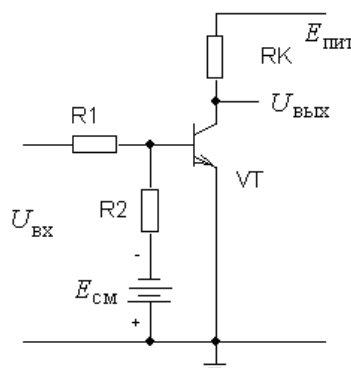

Рис. 1. Ключевая схема на биполярном транзисторе
- 3.2. Для схемы биполярного транзисторного ключа (рис. 1) рассчитать сопротивления резисторов R_1 и R_2 для обеспечения подключения нагрузки R_K к источнику питания $E_{\text{пит}}$. Коэффициент усиления транзистора $\beta_{\text{мин}}$, порог включения $U_{\text{вх макс}}^0$ и порог выключения схемы $U_{\text{вх мин}}^1$ заданы в таблице 1 по номеру студента в учебном журнале. Напряжение источника смещения $E_{\text{см}}$ задается по номеру группы.